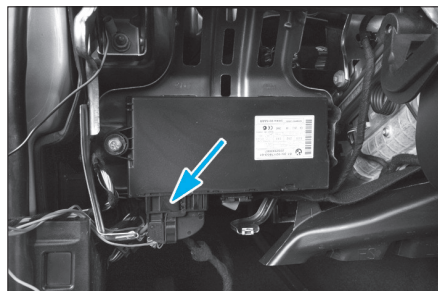

Fig. 13
- A gauche du volant, débrancher le connecteur du boîtier électronique CAS (Car Access System) (Fig.13).